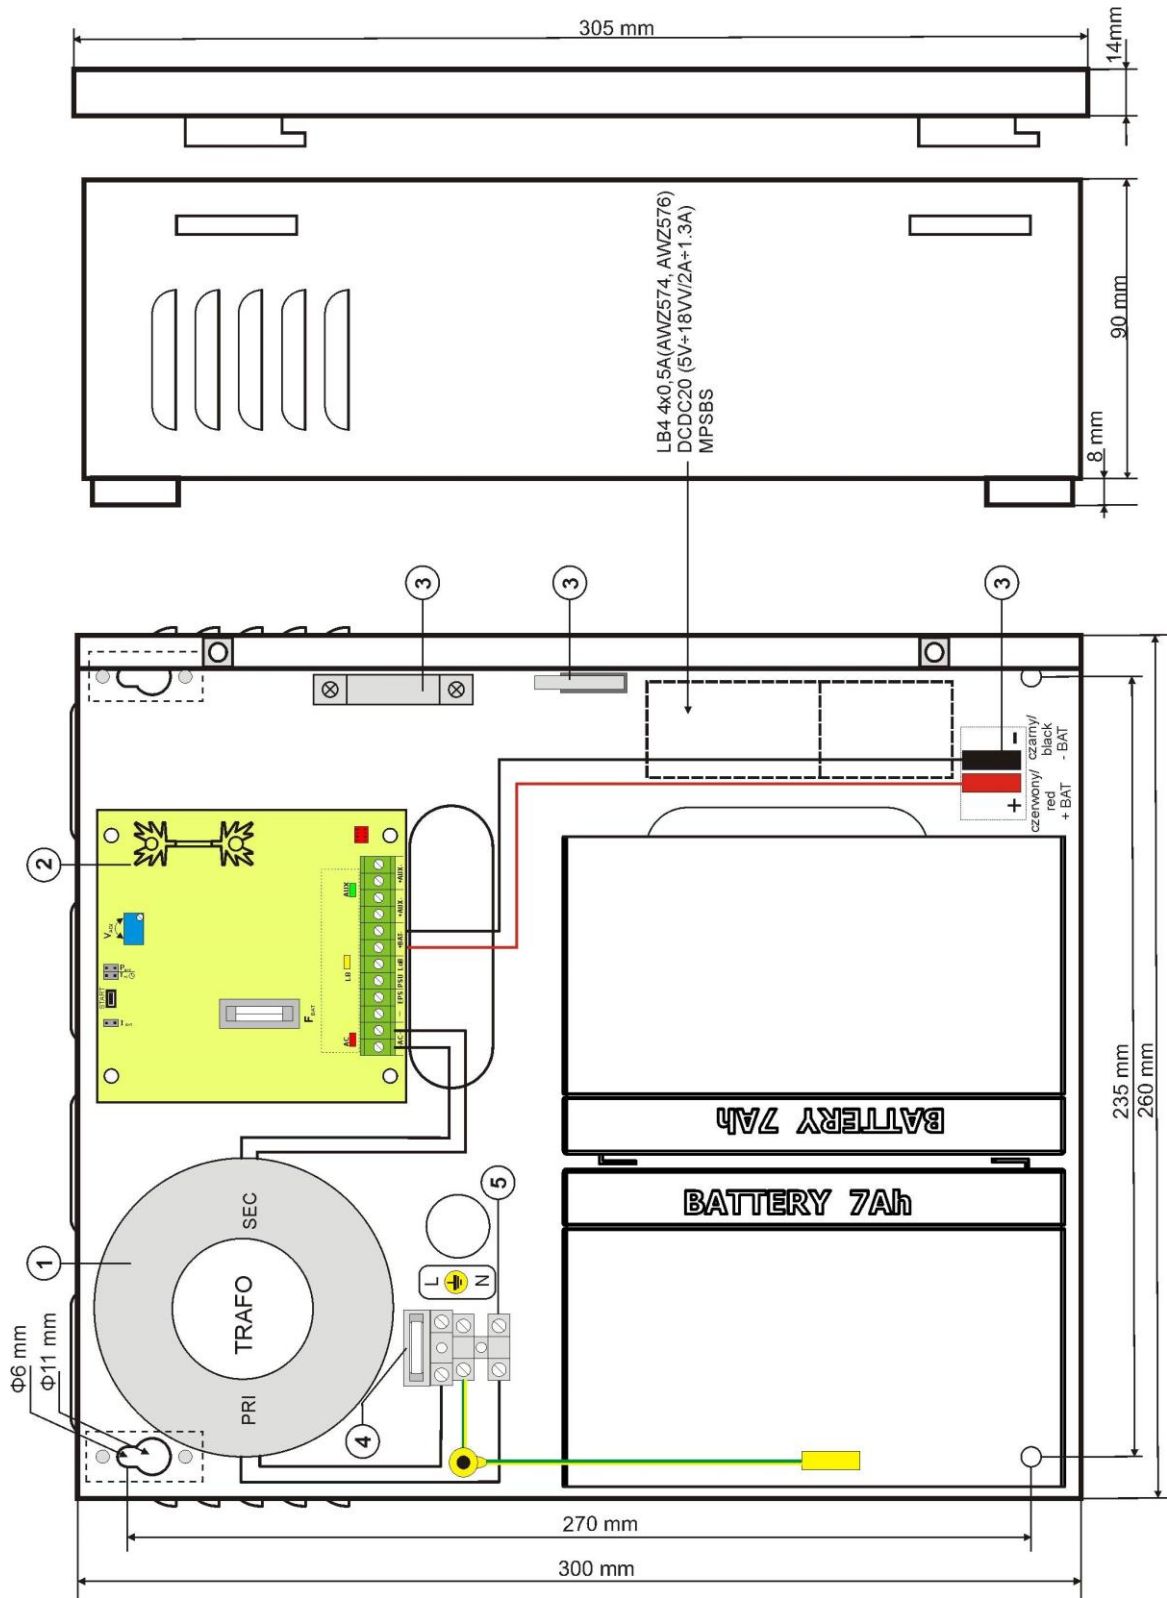

Fig.3. Vista de la fuente de alimentación.
Tabla 2. Componentes de la fuente de alimentación (véase fig. 3).
8. Montar la batería en un lugar elegido de la caja (fig. 3). Hacer conexiones entre la batería y la placa de la fuente de alimentación, prestando especial atención al mantenimiento de la polaridad correcta.